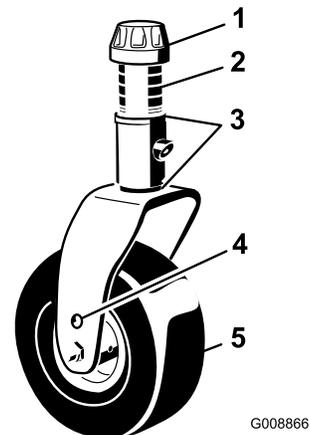

Bild 85
1. Entfernen Sie die Spannkappe von der Spindelwelle und ziehen die Spindel aus dem Laufradarm heraus (Bild 85).